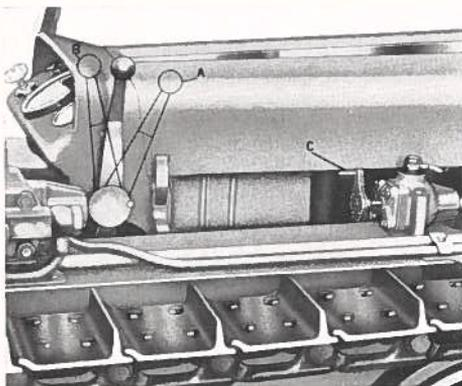

Fig. 4
- 2) Porter le levier de commande de l'accélérateur dans la position « A » (Fig. 4) de l'accélération maxima.
- 4) Pour arrêter le moteur, porter le levier de commande accélérateur dans la position B (fig. 4) en évitant l'arrêt au minimum.